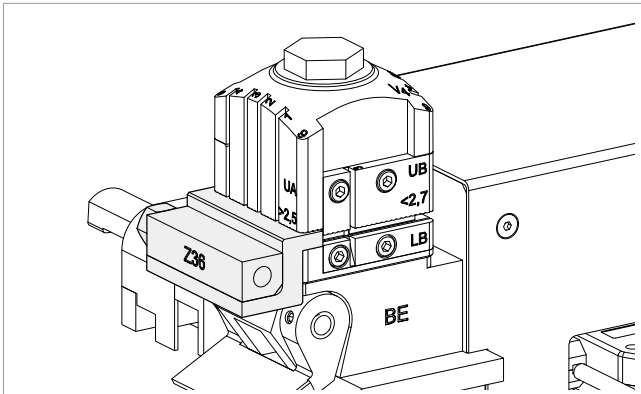

Fig. 130
- 6) Installeer de mal Z36 in de spanbek BE-V4 (Fig. 130). Sluit de spanbek.